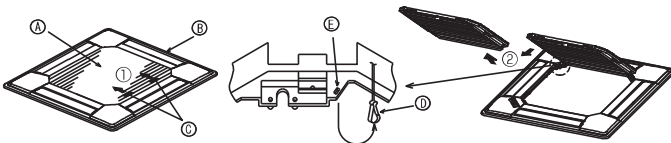
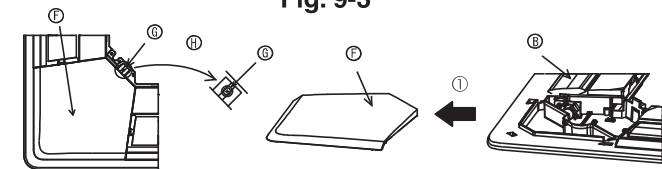

Fig. 9-3
Fig. 9-4
- Ⓒ เกจ ③ (สอดเข้ากับตัวเครื่อง)
9.2.1. การถอดตะแกรงช่องลมดูดเข้า (Fig. 9-3)
- เลื่อนที่จับไปตามทิศทางของลูกศร ① เพื่อถอดตะแกรงช่องลมดูดเข้า
- ในสภาพที่ตะแกรงช่องลมดูดเข้าเปิดอยู่ ถอดที่ยึดตะแกรงช่องลมดูดเข้าออกจากตะแกรงตามลูกศร ②
9.2.2. การถอดฝาครอบมุม (Fig. 9-4)
- ถอดสกรูออกจากฝาครอบมุม เลื่อนฝาครอบมุมตามลูกศร ① เพื่อถอดฝาครอบมุม
- [Fig. 9-3] [Fig. 9-4]